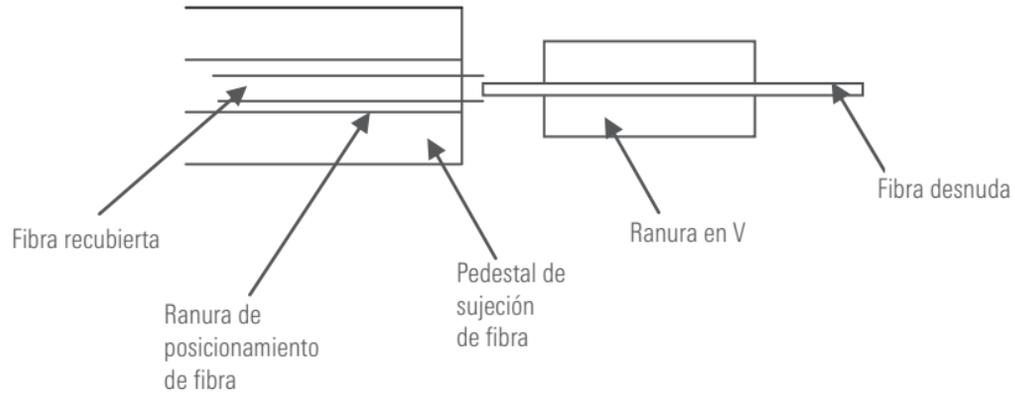

Figura 6-1 Diagrama esquemático de la fibra óptica izquierda colocada en la ranura de ubicación izquierda
- A.** Abra la tapa que ayuda a la protección contra polvo y verifique si hay polvo u otros materiales extraños (como fibras rotas, hilo de algodón, etc.) en el área de colocación y sujeción de la fibra que se muestra en la Figura 6-1.
- C.** Encienda la empalmadora y luego coloque la fibra óptica izquierda y derecha como se muestra en la Figura 6-1. Al instalar la fibra óptica, coloque la fibra óptica desnuda en la ranura en forma de V; Use los holders para fijar las fibras y colocarlas de forma recta. Es mejor tener la fibra óptica visible en la pantalla, pero no superpuesta, luego cierre la tapa suavemente.